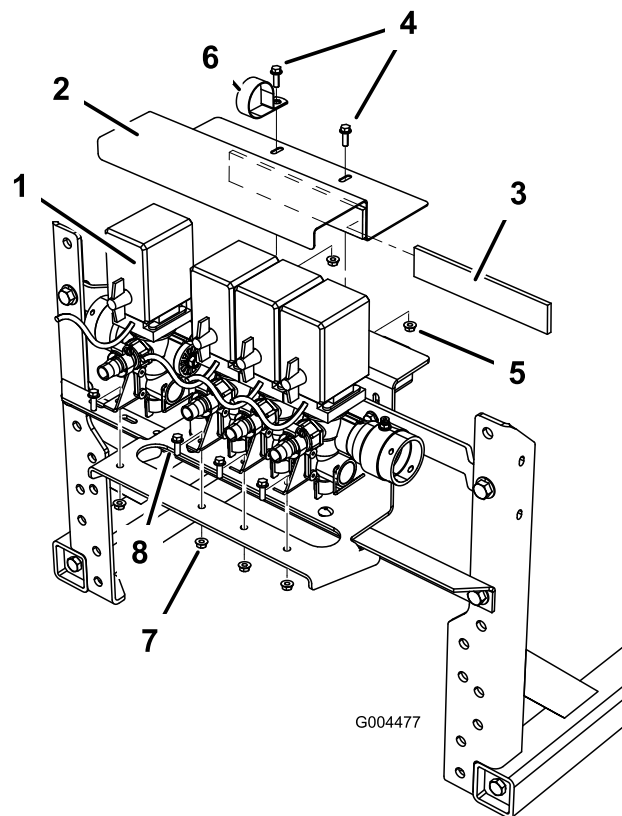

図 11
5. バルブ・アセンブリをバルブブラケット・サポートに固定する先ほど取り外した締結具を使用する 図 11。
6. 上バルブブラケットにウレタンを取り付ける 図 11。